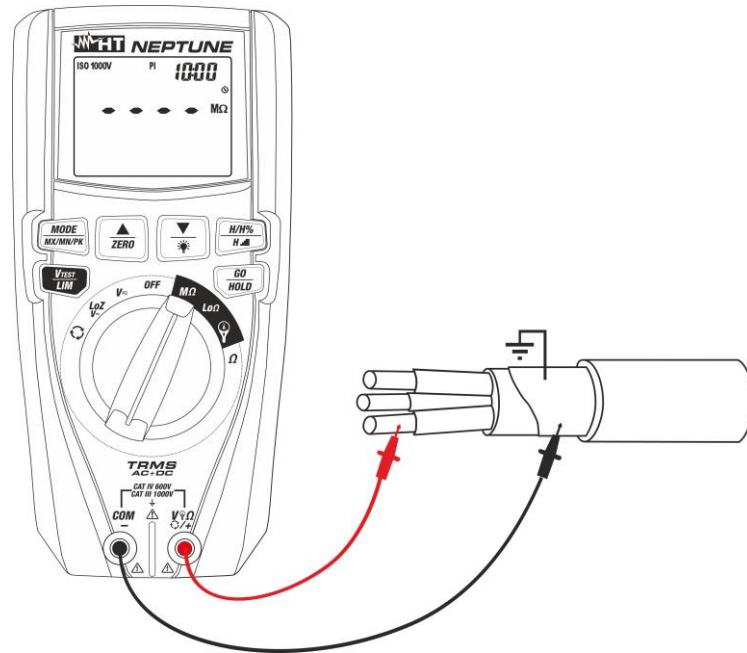

Fig. 22: Uso del instrumento para medida resistencia de aislamiento en modo PI
6. Inserte el conductor rojo en el terminal de entrada **VΩ** y el conductor negro en el terminal de entrada **COM** y eventuales terminales de cocodrilo y conecte el instrumento a la instrumentación en examen (vea la Fig. 22)